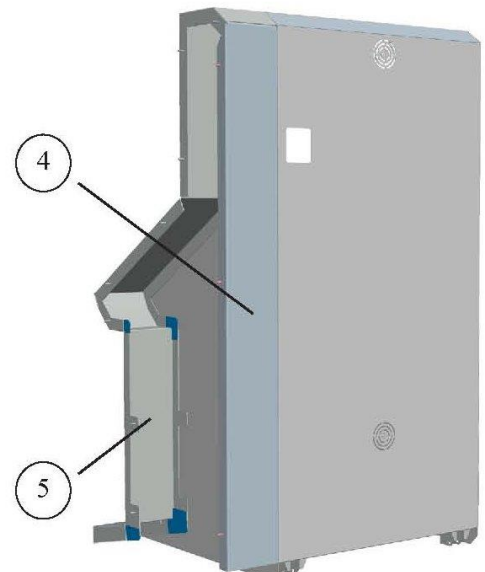

Imagen 1
- Colocar la chapa unión mueble (5) en el lateral en todas las máquinas menos la que se instale en el extremo, tal como indicada la Imagen 1.